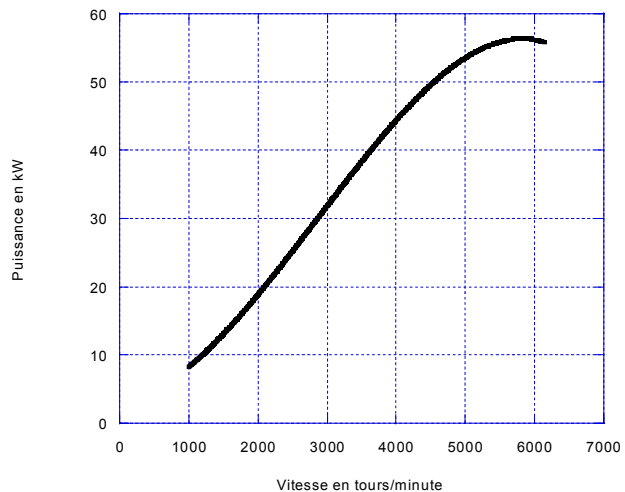

Figure 1
- Figure 1 : courbe  $P(\Omega)$  de la puissance mécanique (en kW) en fonction de la vitesse de rotation de l'arbre moteur (en tours/minute)